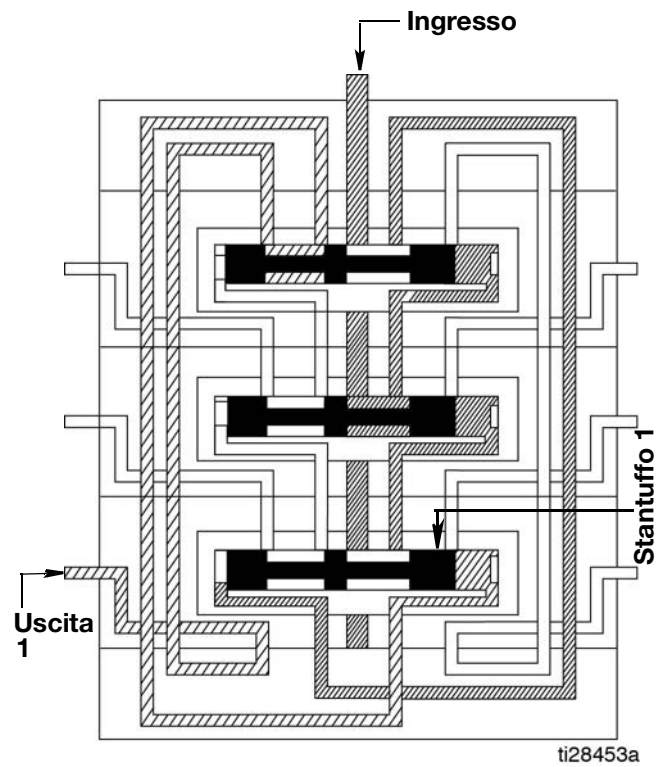

FIG. 10
3. Lo stantuffo 1 apre, erogando il lubrificante all'uscita 1 (FIG. 10).